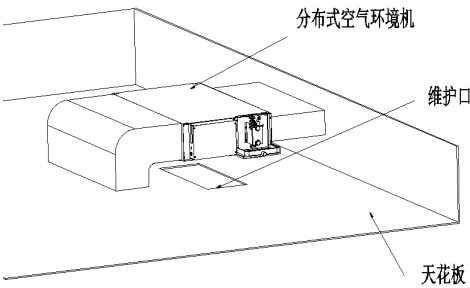

图 3.6
3) 室内机维护口不同机型需要开口大小数值如下, 维护口位置见图 3.6